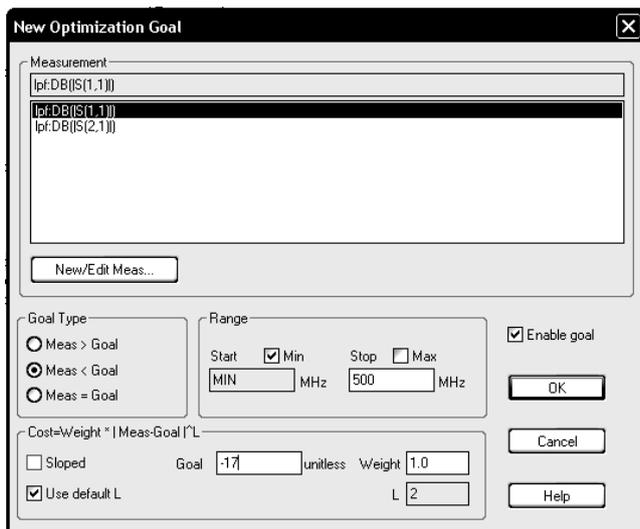
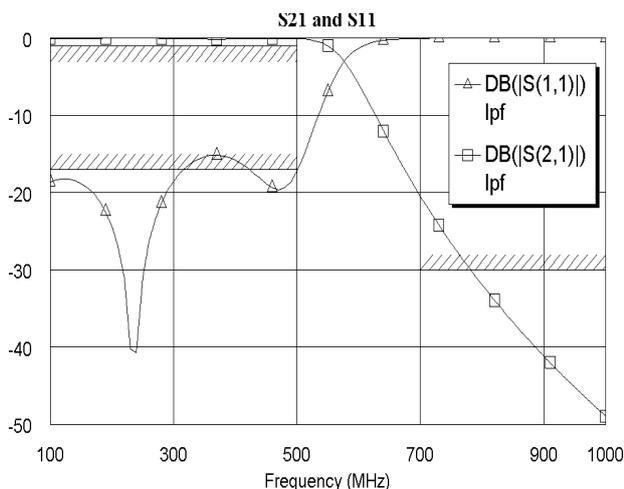

Рис. 2.17
Рис. 2.18
2. Введите цель для коэффициента отражения в полосе пропускания. Для этого щёлкните правой кнопкой мышки по **Optimization Goals** (Цели оптимизации) и выберите **Add Opt Goal** (Добавить цель оптимизации) во всплывающем меню. Откроется диалоговое окно **New Optimization Goal** (Новая цель оптимизации) (см. рис. 2.17).
Цели оптимизации отображаются на графике в виде границ со штриховкой (см. рис. 2.18) и могут быть изменены. Для изменения цели оптимизации щёлкните правой кнопкой мышки по имени цели в окне просмотра проекта и выберите **Properties**. Откроется диалоговое окно для изменения цели, аналогичное окну рис. 2.17, в котором можно изменить цель оптимизации. Цель оптимизации можно изменить и непосредственно на графике. Чтобы изменить цели оптимизации непосредственно на графике, щёлкните по нужной цели левой кнопкой мышки. Затем поместите курсор на заштрихованный участок цели на графике (курсор отображается в виде перекрестия), или поместите курсор на квадратик в уголке цели (курсор отображается в виде двойной стрелки), нажмите левую кнопку мышки и, не отпуская её, двигайте в нужном направлении. Изменять цель при этом